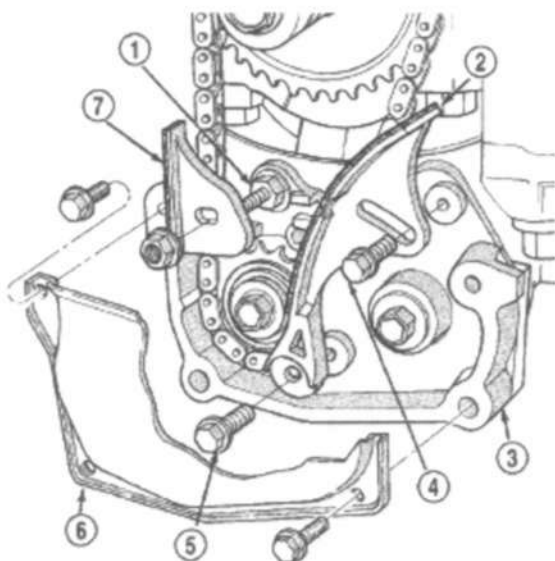

Рис. 113. Крышка цепи, направляющая и натяжитель
- (3) Снять крышку цепи, направляющую и натяжитель (Рис.113). Операции по обслуживанию, требующие лишь временного перемещения узла см. в пункте Снятие картера в сборе.
- (4) Снять стопорную шпильку крышки шестерен (будучи двусторонней, она также крепит направляющую). Снять крышку шестерен баланси́ровочных валов (Рис.113).